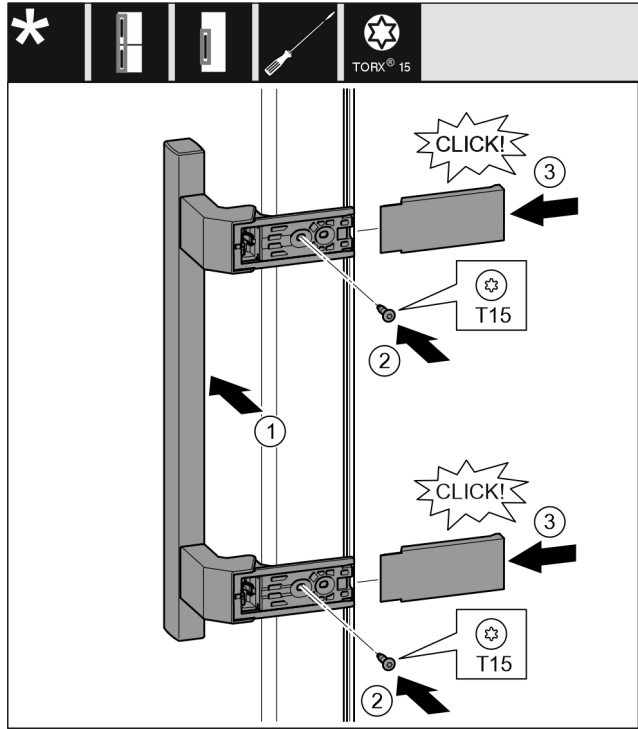

Fig. 15
- Rankenėlę uždėkite priešingoje pusėje. Fig. 15 (1)
- Tvirtai prisukite varžtus atsuktuvu T15. Fig. 15 (2)
- Uždėkite dengiamąsias plokšteles ir jas užmaukite. Fig. 15 (3)